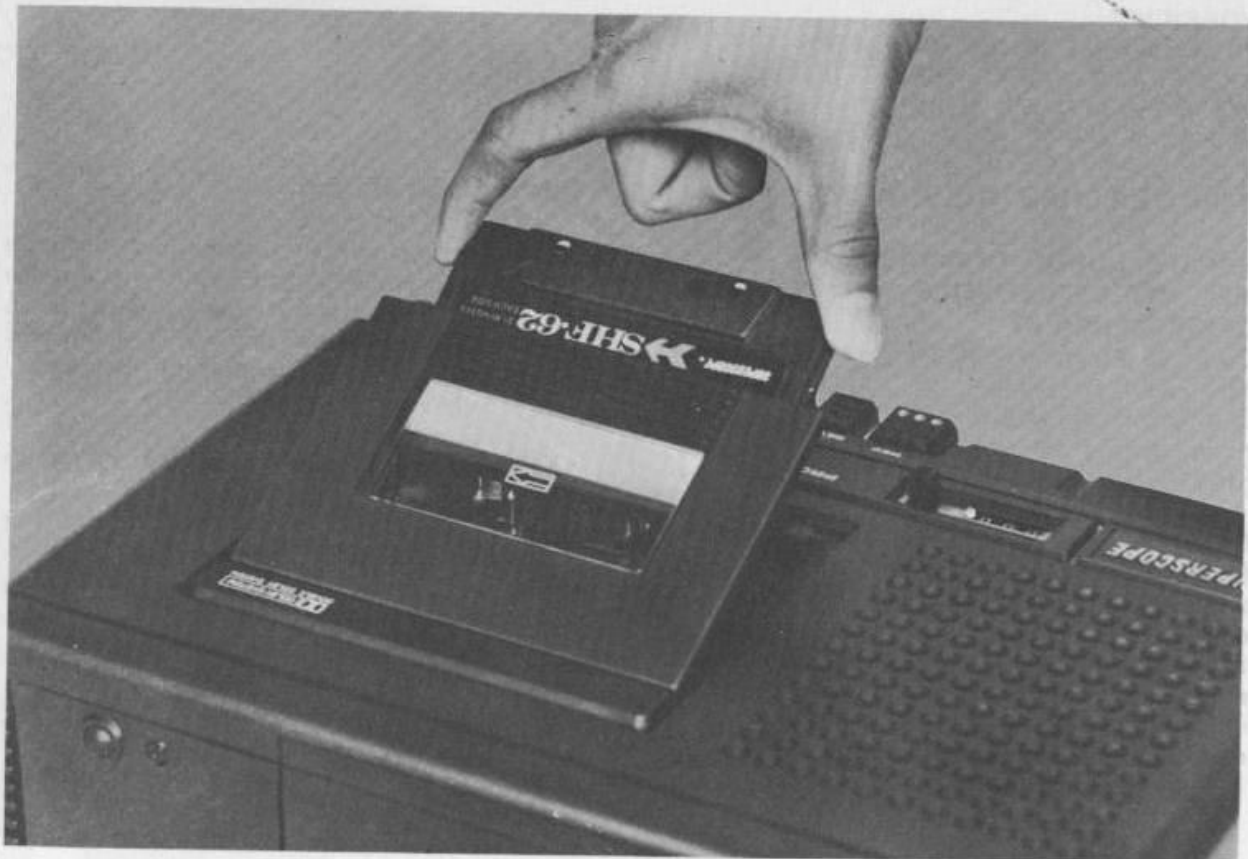

Abbildung 4. Einsetzen der Cassette
2. Halten Sie die Cassette so, daß das Ende mit dem herausschauenden Band Ihnen zugewandt und der volle Wickelkern links ist. Setzen Sie sodann die Cassette gemäß Abb. 4 in das Cassettenfach ein.